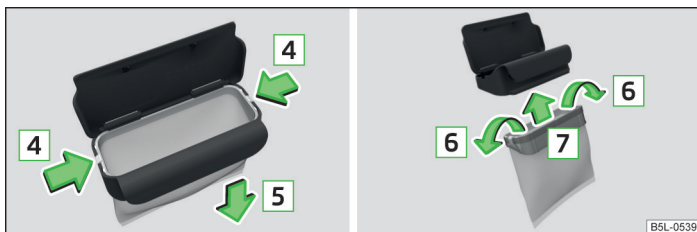

Fig. 66 Înlocuirea pungii
- Îndepărtați prin apăsare cele două elemente de fixare ale cadrului interior, în sensul săgeții  » fig. 66 de pe corpul recipientului.